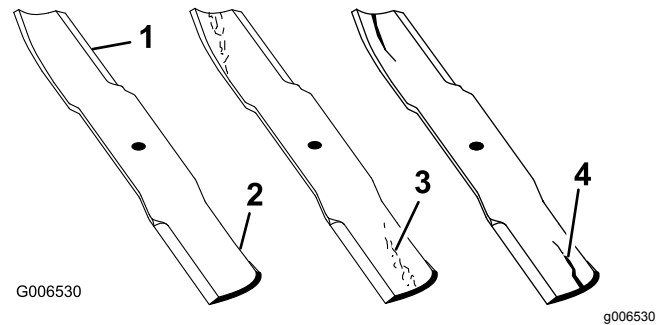

Figura 55
1. Inspeccione as extremidades de corte (Figura 55).
4. Se verificar quaisquer rachas, desgaste ou formação de ranhuras nesta área, instale imediatamente uma lâmina nova (Figura 55).